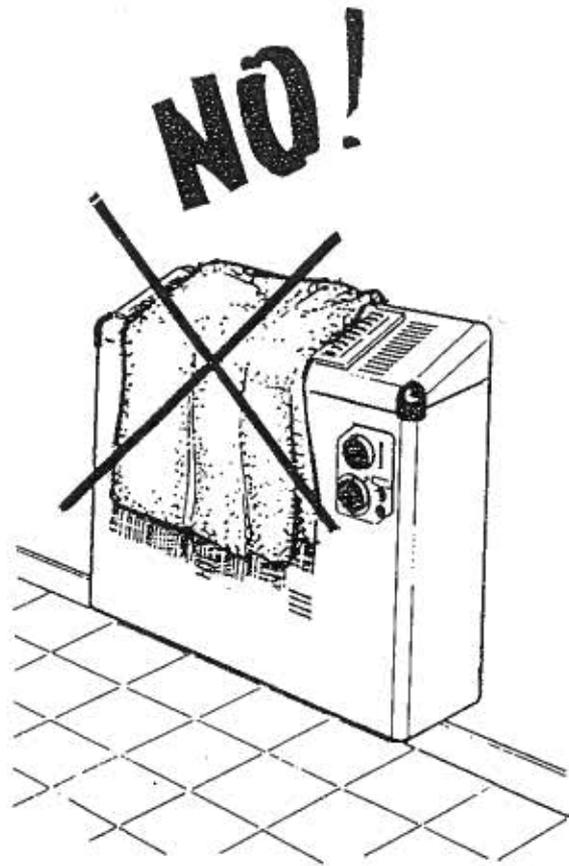

Fig. 3
- 2.5 **NON sovrapporre tendaggi, asciugamani e simili che potrebbero essere causa di mal funzionamenti o di pericolo! (Fig. 3).** Aerare il locale di tanto in tanto per ragioni igieniche, al fine di ottenere un buon afflusso d'aria fresca. Infine, non ostruire con biancheria stesa o tappeti, il terminale di scarico dell'apparecchio.